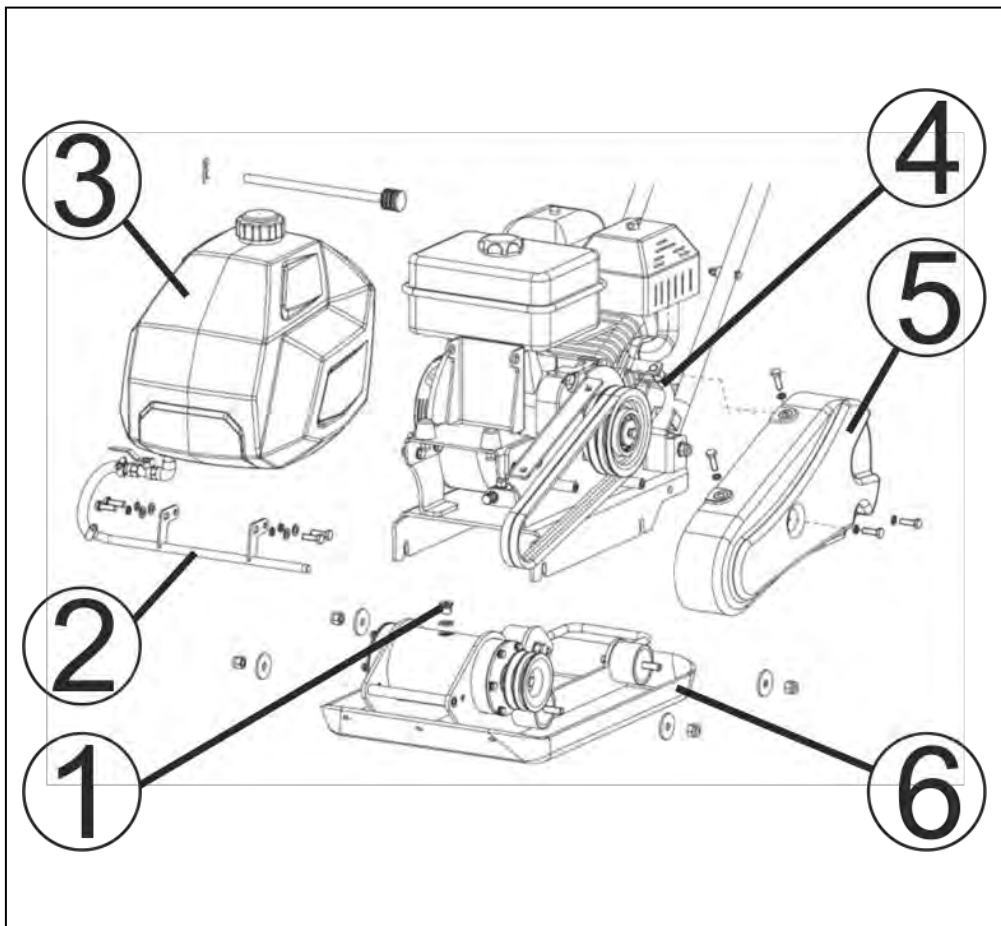

Рис. 26. Снятие рамы с двигателем.
1. Открутить болты крепления и снять кожух (5) защитных ремней (Рис. 26).
2. Открутить болты крепления трубки подачи воды к рабочей плите и снять трубку (2) подачи воды и бак (3) для воды.
3. Ослабить гайки резиновых амортизаторов, соединяющих раму (4) с двигателем и рабочую плиту (6) (Рис. 26).
5. Очистить зону вокруг пробки отверстия для слива масла и открутить пробку (1) отверстия для слива/заправки масла (Рис.26).